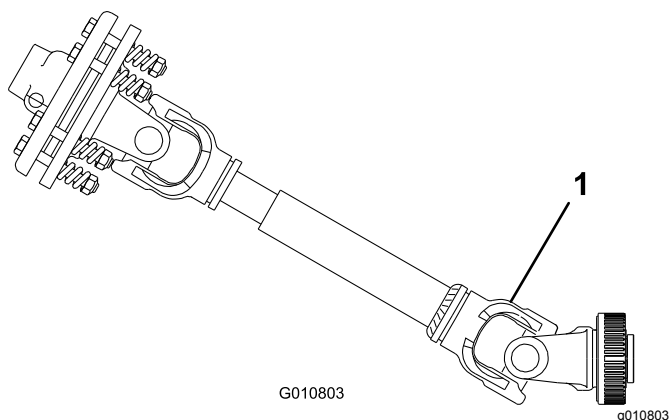

图10
**重要事项** 当连接 PTO 时切勿将打孔机提升到必要高度以上。机器提升得太高会导致 PTO 轴转向节断裂图10。当升起打孔机时请关闭 PTO。PTO 的向上操作角度可达 25°但当打孔机处于其最高位置时角度切勿超过 35°否则可能对 PTO 轴造成严重损坏。